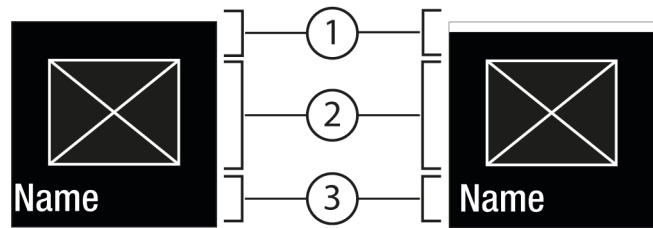

Fig. 6
- Neuen Wert einstellen: Mit Bestätigen Fig. 5 (2) einen deaktivierten Wert Fig. 6 (1) auswählen.
- Zurück ins Menü: Mit Bestätigen Fig. 5 (2) den bereits aktivierten Wert Fig. 6 (2) auswählen.
- ▷ Status: aktiviert *Fig. 6 (1)* erscheint kurz im Untermenü *Fig. 7 (4)*.